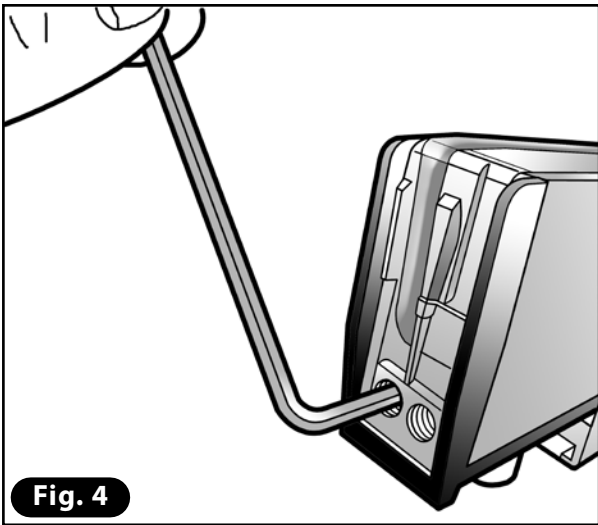

Fig. 4
- 4) Con la ayuda de una llave hexagonal, desatornille los tornillos de los dos extremos de la barra que bloquean la resistencia (Fig. 4).